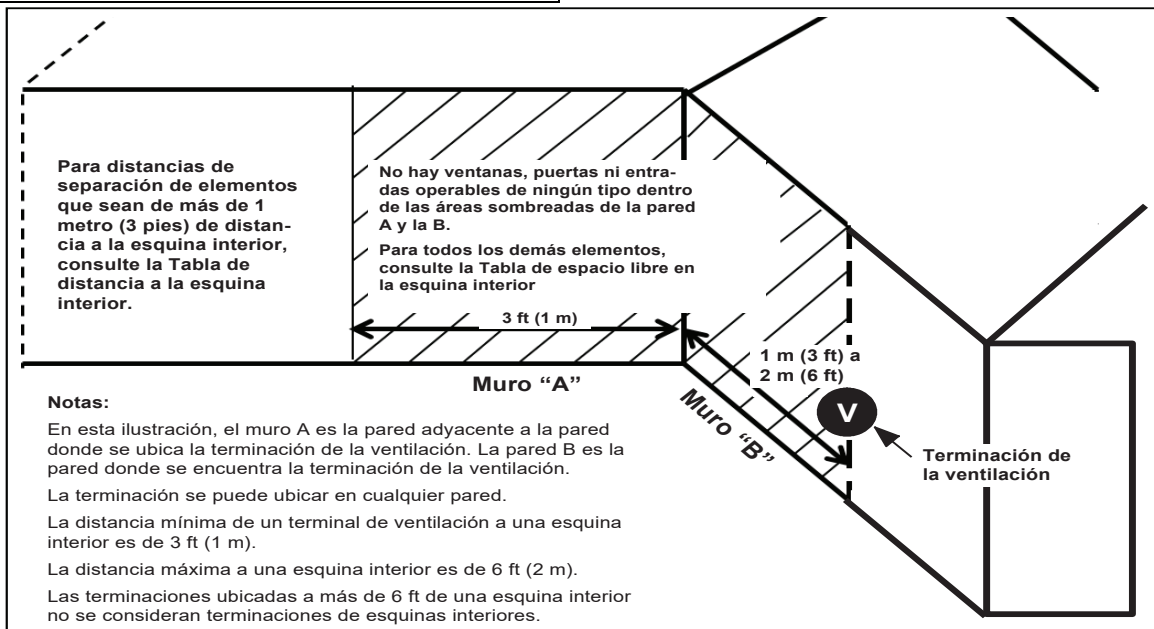

Fig. 43 – Terminación en esquina hacia dentro
2. La terminación de la ventilación debe estar ubicada al menos a 3 pies de una esquina hacia dentro y seguir las distancias de separación en el plano de terminación en esquinas hacia dentro. Consulte la Fig. 43.